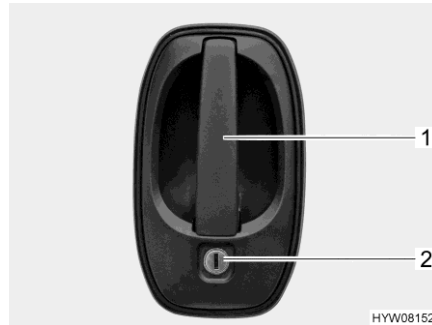

Fig. 43 Serratura della porta (porta conducente/porta di ingresso, lato esterno)
- Inserire la chiave nel cilindro della serratura (Fig. 43,2) e ruotare fino a quando la serratura della porta si sblocca.
- Tirare la maniglia della porta (Fig. 43,1). La porta è aperta.
- Inserire la chiave nel cilindro della serratura (Fig. 43,2) e ruotare fino a quando la serratura della porta si blocca.